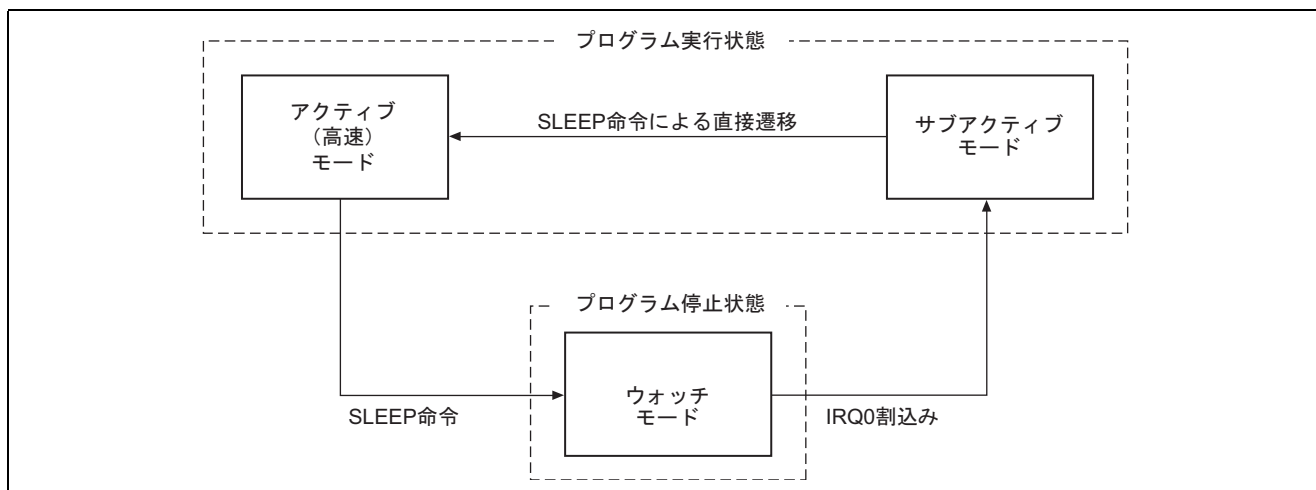

図2 サブアクティブモードへのモード遷移図
- (1) 本タスク例では、低消費電力モードのサブアクティブモードへの遷移を行いません。図 2 にサブアクティブモードへのモード遷移図を示します。以下にサブアクティブモードの機能の説明を示します。